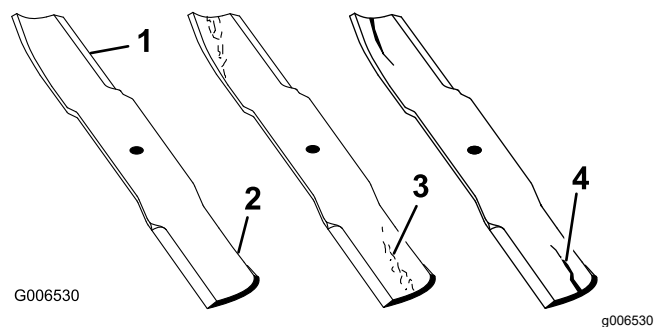

Figure 63
1. Examinez le tranchant des lames (Figure 63).
4. Remplacez immédiatement toute lame fendue, usée ou qui présente une entaille (Figure 63).